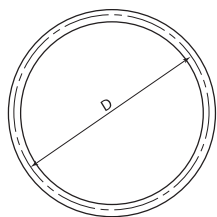

рис. 1
3. Проверить, что новое уплотнительное кольцо (рис. 1) устанавливается в правильном положении (более широкой лицевой стороной к основанию канавки для уплотнения).